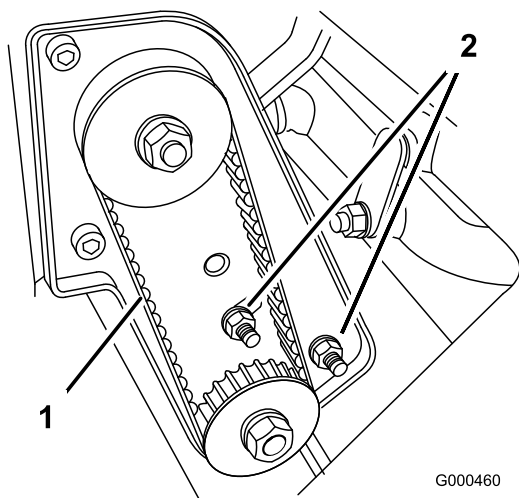

图42
A. 松开轴承座安装螺母 (图42)。
- C. 固定扭矩扳手设置，拧紧轴承座安装螺母（图42）。输送带不可过紧。